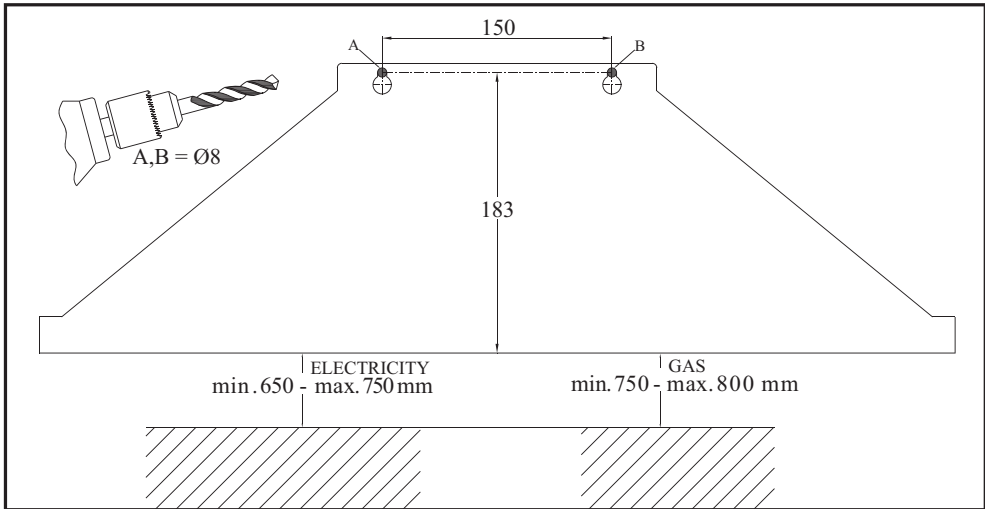

Fig. 7
8.1 Shablioni për montim (Fig. 7)
Fiksoni shabllonin për montim (Fig. 7) për sipërfaqen në të cilën do të montohet aspiratori dhe bëni hapje në atë në pikat që janë të shënuara me A, B, duke përdorur një trapan me diametër $\text{Ø}10$ mm.
Nëse aspiratori është dy oxhakë, bëni hapje në pikat e shënuara me C, D, duke përdorur një trapan me diametër $\text{Ø}4$ mm, për të përforsuar me vidhat pllakën e oxhakut, duke marrë parasysh distancën minimale dhe maksimale e aparatit nga pllaka për gatim. (shihni Fig. 7).